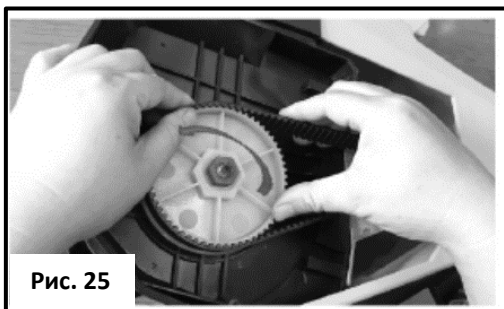

Рис. 25
- Правой рукой переверните ремень ребристой стороной вверх и потяните вверх, одновременно поворачивая шкив шнека против часовой стрелки левой рукой. Ремень можно легко снять со шкива. (см. рис. 25 - 26).